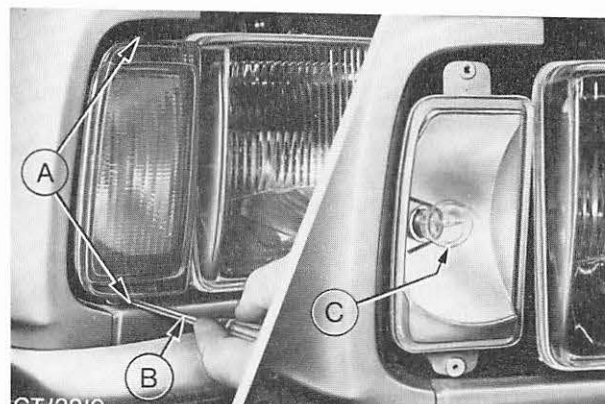

Abb. 11 A = Befestigungsschrauben – Lampenglas
1. Beide Befestigungsschrauben des Lampenglases herausdrehen. Abb. 11.
2. Glühlampe aus der Blinkleuchte herausnehmen (Bajonettverschluß). Abb. 11.